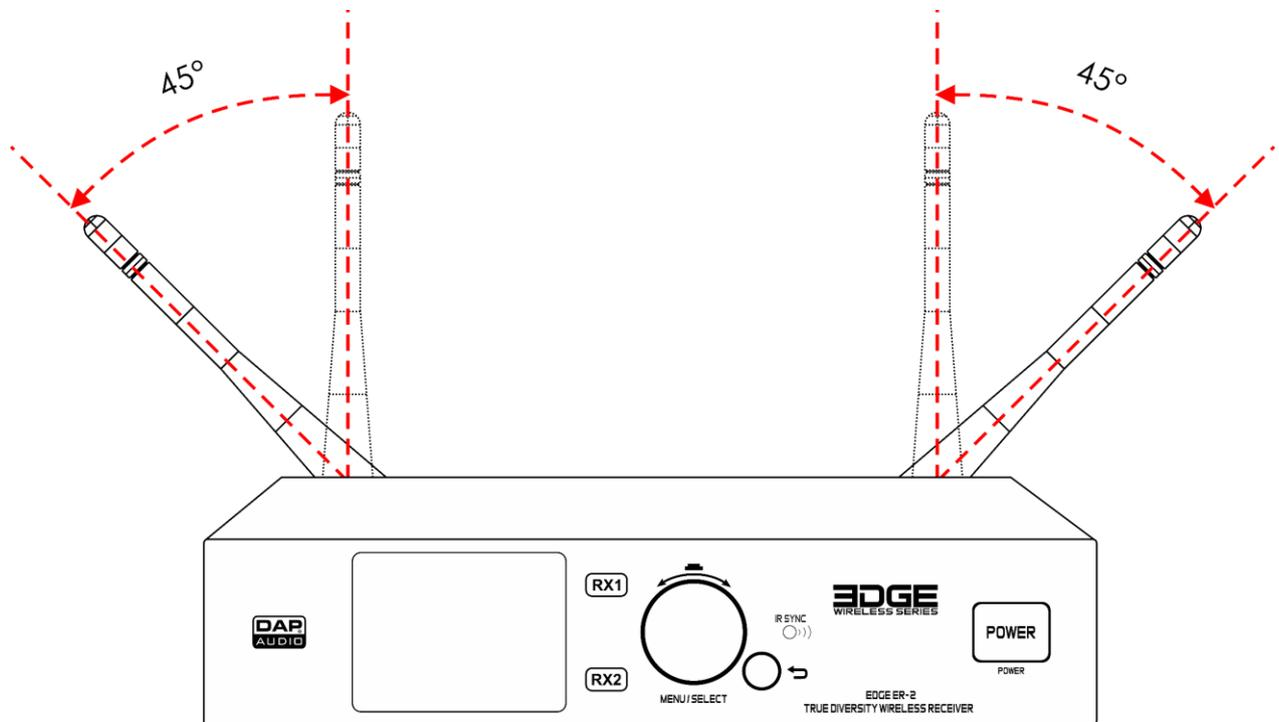

Fig. 13
- 01) Introduzca la 1ª antena en el **conector BCN 12-15 V CC (08)**.
- 02) Introduzca la 2ª antena en el **conector BCN 12-15 V CC (11)**.
- 03) Separe las antenas de la unidad entre ellas en un ángulo de 45° con referencia a la posición vertical (Fig. 13).